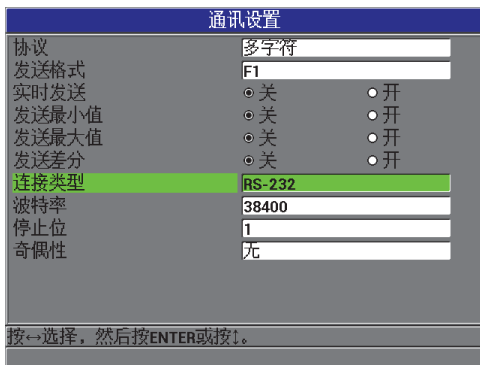

图 6-4 通讯设置屏幕 — RS-232
1. 在仪器显示测量屏幕时，按 [设置菜单] 键，然后选择**通讯**，以显示**通讯设置**屏幕（参见第 98 页的图 6-4）。